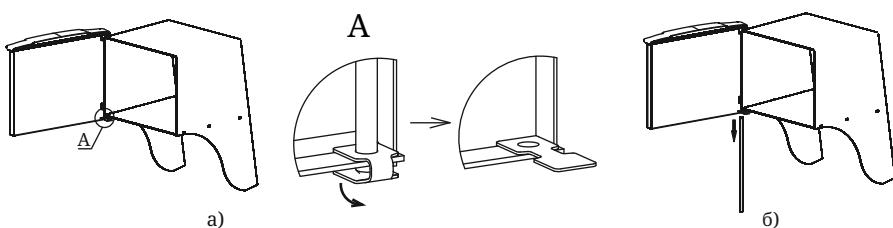

Рисунок 15. Демонтаж дверцы дровяной бани печи TMF
Для энергонезависимого ГГУ на плате запальной горелки в соответствии с рисунком 12 установлен термогенератор 4, электропровод которого надлежит подсоединить к клеммам газовой автоматики 820 NOVA рисунок 15. Подключение энергозависимого ПУ к газовой автоматике 820 NOVA показано на рисунке 16.
1. Отогните упор, фиксирующий конец оси между площадками упора (рисунок 15.а).
2. Извлеките ось через отверстия сверху вниз (рисунок 15.б).